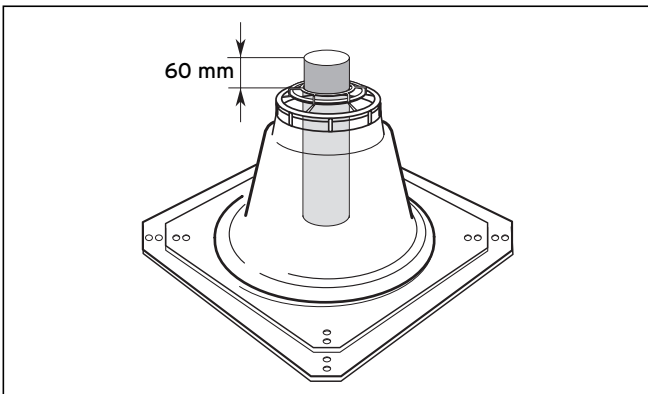

Рис. 6.18 Длина верхней трубы отходящих газов
- Контроль: Труба продуктов сгорания (3, см. рис. 6.18) должна выступать на 60 мм.